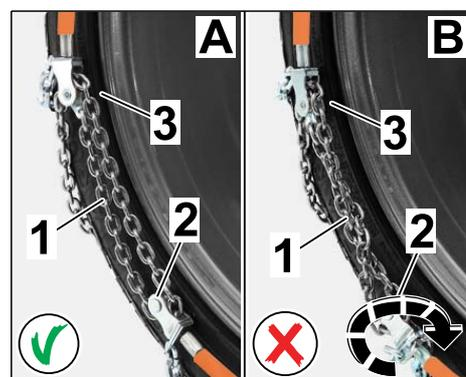

Fig. 8
2.2.2 Vérifier si la chaîne de serrage passe parallèlement au point de serrage et au galet enrouleur (extrémité de l'étrier à ressort en acier sur la face interne de la roue) (⇒ Fig. 8-A-) et qu'elle n'est **PAS** tordue (⇒ Fig. 8-B-).
Tourner le galet enrouleur de l'étrier à ressort en acier, si nécessaire (⇒ Fig. 8-flèche-).